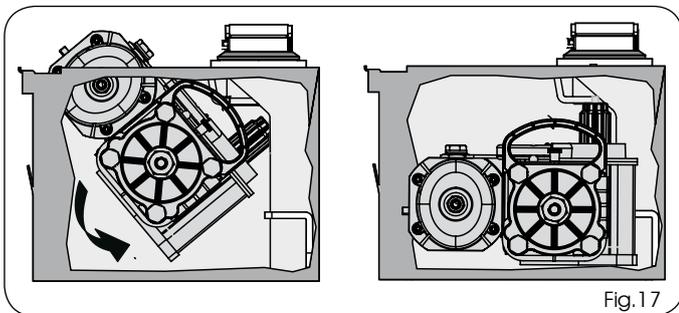

Fig.17
- 9) Introduire l'opérateur en utilisant les poignées prévues à cet effet, dans le caisson autoportant d'après la figure 17 A, B